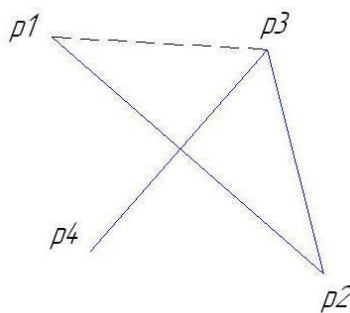

Рис. 3
Задание 1. Постройте следующие отрезки и обозначьте (подпишите) точки (рис. 3):
11. Щелкните мышью в месте надписи, введите « $p1$ » и нажмите кнопку **Создать объект**. Аналогично подпишите остальные точки. В итоге ваших действий должно получиться примерно следующее (рис. 3):